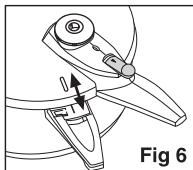

Fig 6
- Manche de l'autocuiseur:** En plus de servir à transporter l'autocuiseur, ce manche s'emboîte dans le manche du couvercle lorsqu'on fait tourner le couvercle dans le sens contraire de celui des aiguilles d'une montre.(Fig. 6)